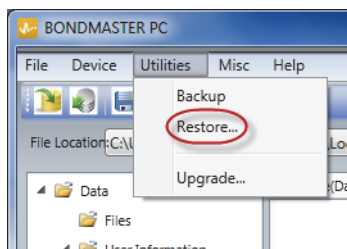

図 7-28 Restore（復元）コマンド
2. BondMaster PC ソフトウェアの **Utilities**（ユーティリティ）メニューで、**Restore**（復元）を選択します（219 ページの図 7-28）。